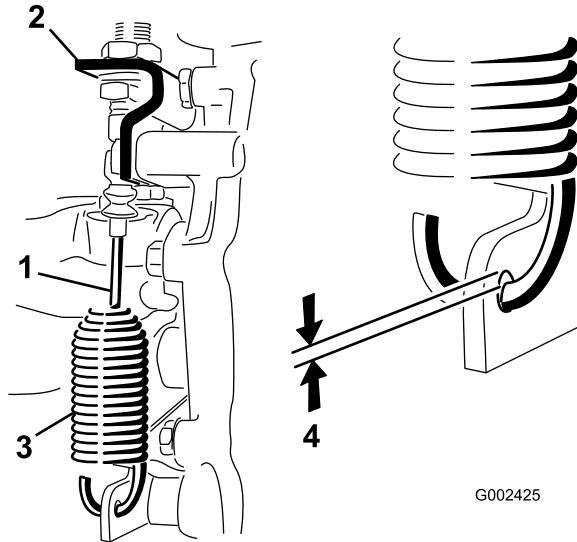

Figura 51
1. Togliete i perni che fissano il cavo superiore - inferiore al transaxle (Figura 51).
2. Allentate i dadi che fissano il cavo di bloccaggio del differenziale alla staffa del transaxle (Figura 51).